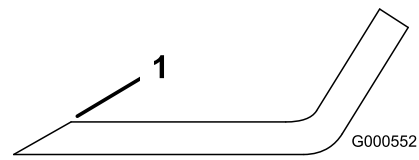

図 83
1. ブレードは、左右の刃先をやすりで磨く 図 83。
**注** もし傾くようなら、重い方の裏面を少し削って調整する 図 83。